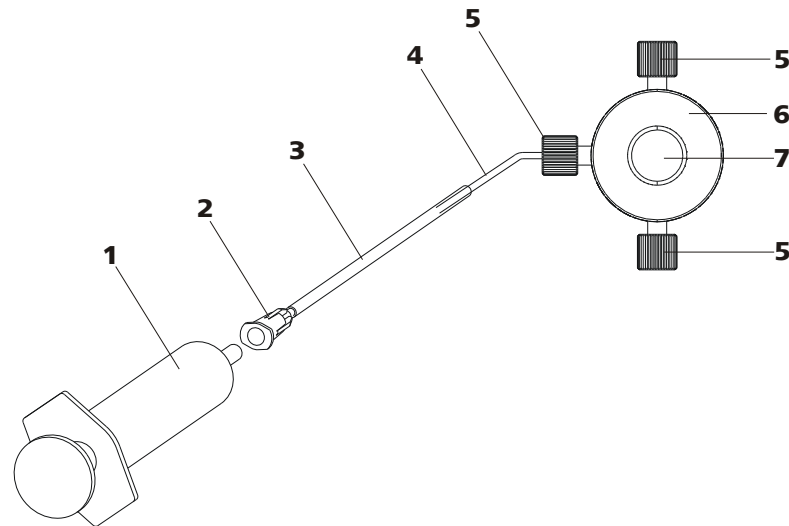

Figura 20 Purga de la bomba de alta presión
Purgue la bomba de alta presión como se indica a continuación (véase *Figura 20, página 33*):
- Inserte la jeringa (20-1) en el conector Luer (20-2) de la cánula de purga (véase Figura 20, página 33).